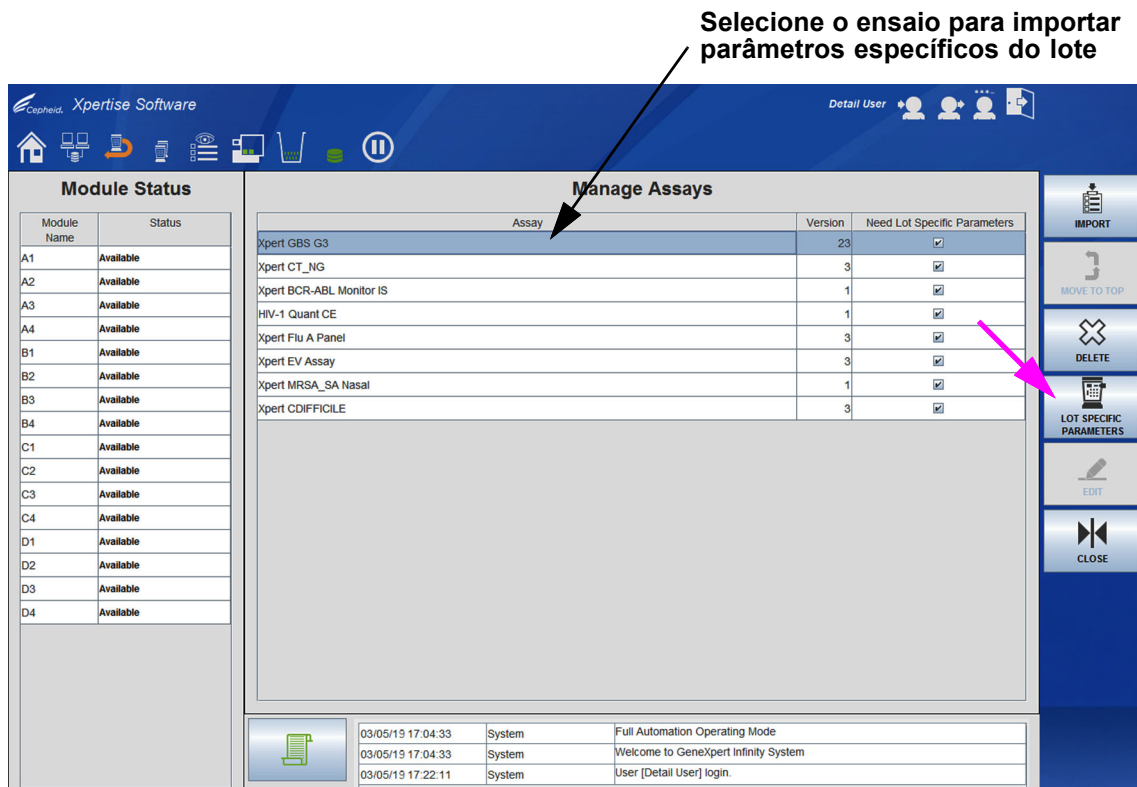
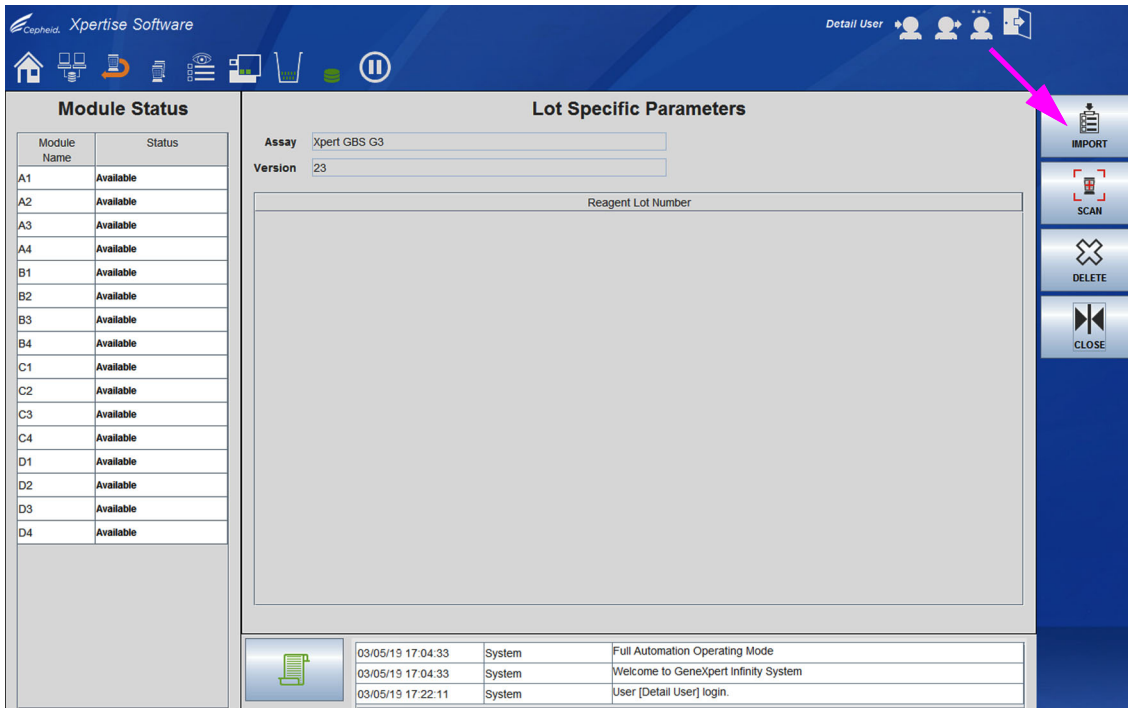

Figura 2-63. Área de trabalho Manage Assays (Gerir ensaios)
Figura 2-64. Área de trabalho Lot Specific Parameters (Parâmetros específicos de lote)
1. No menu Manage Assays (Gerir ensaios) (ver Figura 2-63), selecione o nome do ensaio na lista Assay (Ensaio) que precisa de parâmetros específicos de lote.
2. Selecione o botão **LOT SPECIFIC PARAMETERS (PARÂMETROS ESPECÍFICOS DE LOTE)**. Ver Figura 2-63. É apresentada a área de trabalho Lot Specific Parameters (Parâmetros específicos de lote) (ver Figura 2-64). A área de trabalho Lot Specific Parameters (Parâmetros específicos de lote) vai apresentar uma lista dos ficheiros de parâmetros específicos de lote atualmente carregados para esse ensaio e não vai mostrar quaisquer parâmetros específicos do lote caso se trate de um ensaio novo.
3. Na área de trabalho Lot Specific Parameters (Parâmetros específicos de lote), selecione o botão **IMPORT (IMPORTAR)** (ver Figura 2-64).
1. No menu Manage Assays (Gerir ensaios) (ver Figura 2-63), selecione o nome do ensaio na lista Assay (Ensaio) para o qual os parâmetros específicos de lote serão eliminados.